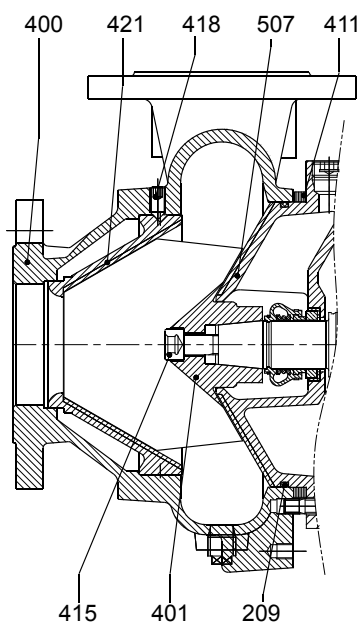

Fig. 11. Bomba con camiseta de desgaste fija
a) Bombas con camiseta de desgaste fija (Fig. 11)
a) Bombas con camiseta de desgaste fija (Ver Fig. 11)